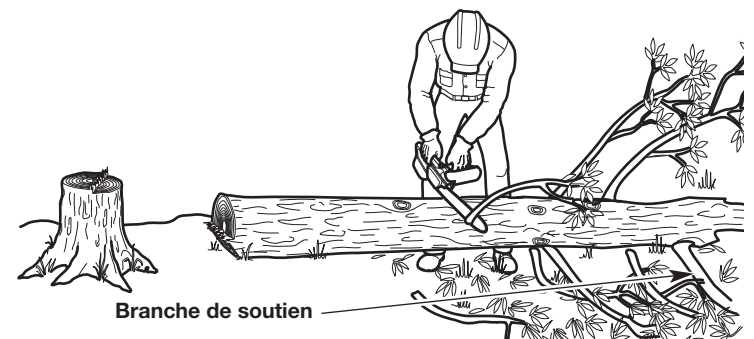

Fig. 28
1. Laissez les grosses branches de soutien sous l'arbre pour la fin (Fig. 28). Ceux-ci garderont l'arbre au sol pendant le processus d'ébranchage.
2. Coupez une branche à la fois. Tenez-vous du côté opposé de l'arbre à partir de la branche (Fig. 28). Gardez le tronc entre l'opérateur et la tronçonneuse. Pour éviter de bloquer la tronçonneuse, les branches sous tension doivent être coupées de bas en haut.